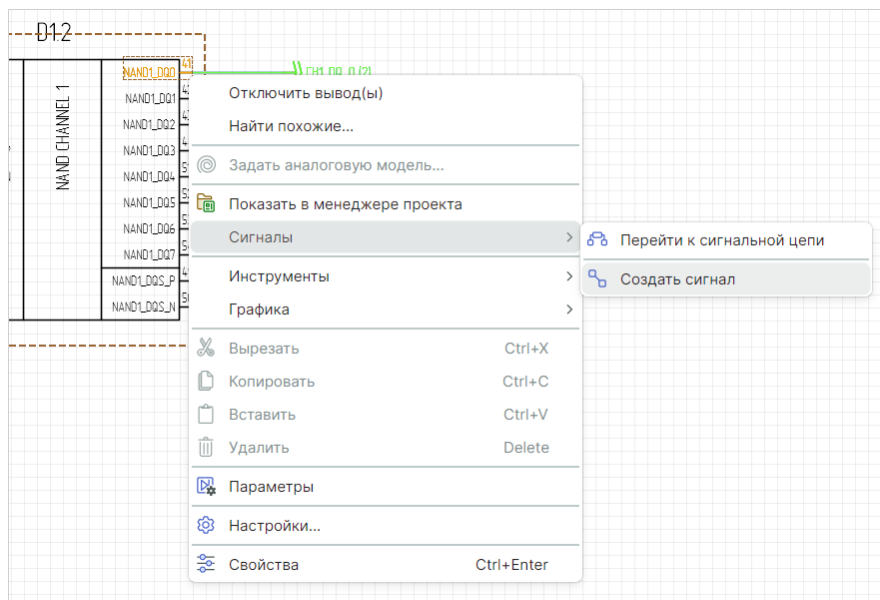

Рис. 145 Переход к созданию сигнала
2. Из контекстного меню выберите «Сигналы» → «Создать сигнал», см. Рис. 145.
Примечание! Для создания новой сигнальной цепи на электрической схеме воспользуйтесь командой контекстного меню «Сигналы» → «Создать сигнальную цепь» для выбранного проводника/контакта, см. Рис. 145.